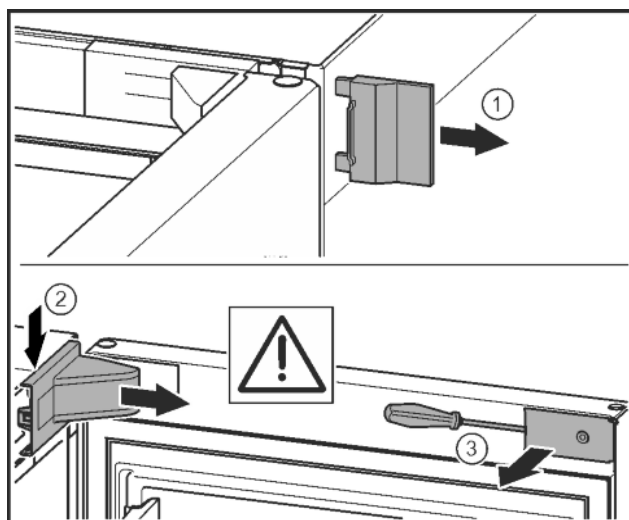

Fig. 7
- ▶ Zdjąć zewnętrzną osłonę. Fig. 7 (1)
- ▶ Przy pomocy śrubokręta wyczepić i poluzować osłonę płytki zawiasu. Zdjąć osłonę płytki zawiasu. Fig. 7 (2)
- ▶ Przy pomocy śrubokręta wyczepić zaślepkę i odchylić w bok. Fig. 7 (3)